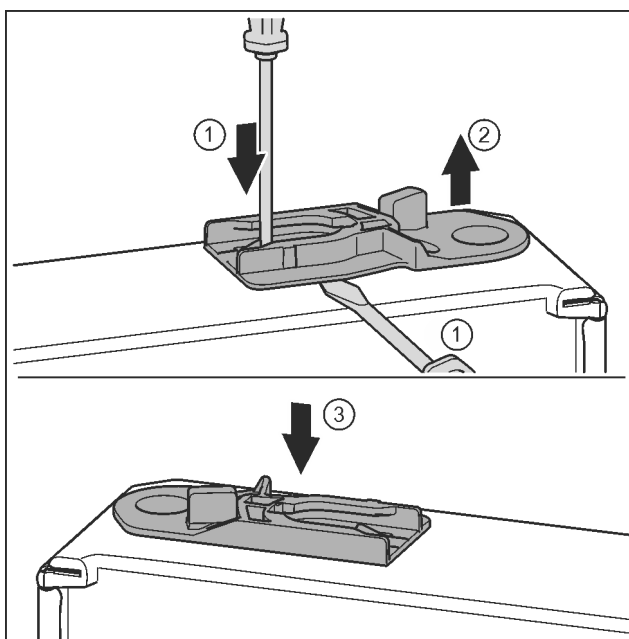

Fig. 35*
- ▶ Извлечь направляющее гнездо: нажать накладку шлицевой отверткой и одновременно переместить ее шлицевой отверткой под направляющее гнездо. Fig. 35 (1, 2)
- ▶ Прилагаемое при поставке направляющее гнездо вставить на другой стороне корпуса. Fig. 35 (3)